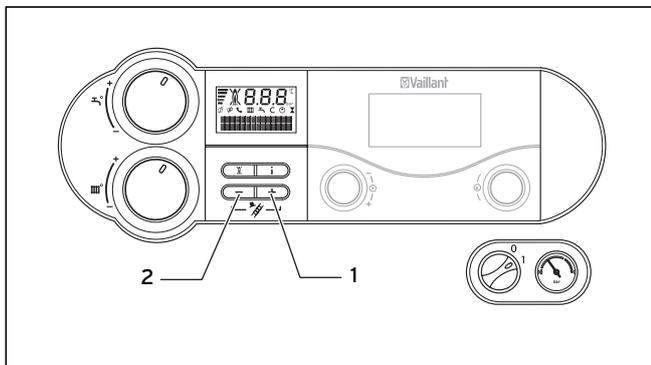

Abb. 4.19 Schornsteinfeger-Betrieb einschalten (hier abgebildet: atmoTEC/turboTEC exclusiv)
- Nehmen Sie nun die Messungen im **Abgasweg** an der Prüföffnung (1) vor. Messungen im **Luftweg** können Sie an der Prüföffnung (2) vornehmen.
- Drücken Sie nun gleichzeitig die Tasten „+“ (3) und „-“ (4) (siehe **Abb. 4.19**), um den Messbetrieb wieder zu verlassen. Der Messbetrieb wird auch beendet, wenn Sie 15 Minuten lang keine Taste betätigen.